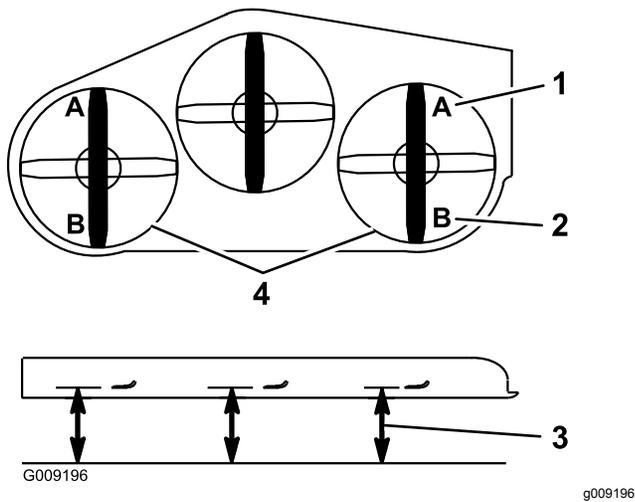

Figura 85
9. En ambos lados de la carcasa, mida desde la superficie nivelada hasta la punta delantera de la cuchilla (Posición A). La distancia debe ser de 7.6 cm (3") (Figura 85).
15. En ambos lados de la carcasa, mida desde la superficie nivelada hasta la punta trasera de la cuchilla (Posición B). La distancia debe ser de 8.3 cm (3¼") (Figura 85).